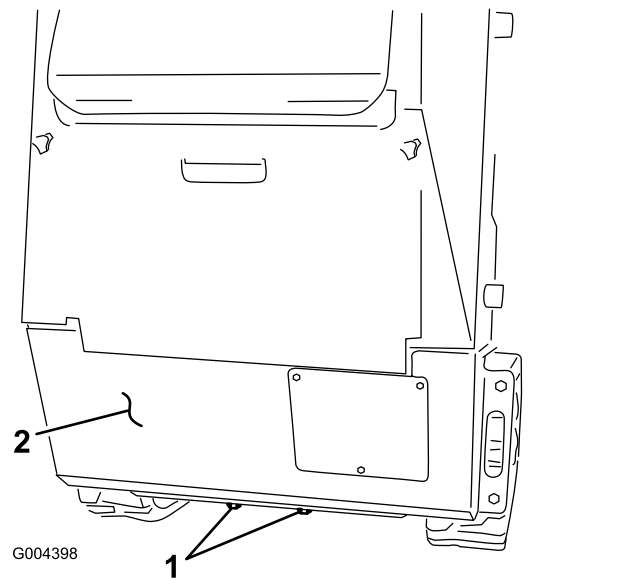

Bild 2
1. Prüfen und ziehen Sie die zwei unteren Schrauben an, mit denen die untere hintere Abdeckung am Rahmen befestigt ist (**Bild 2**).